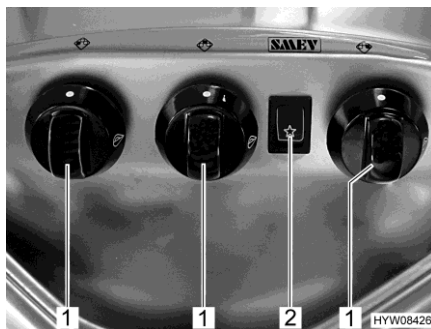

Fig. 179 Elementos de mando (cocina de gas)
- Girar el regulador giratorio (Fig. 179,1) correspondiente al quemador deseado a la posición de encendido (llama alta).
- Pulsar el interruptor basculante (Fig. 179,2). En el quemador se producen chispas de encendido.